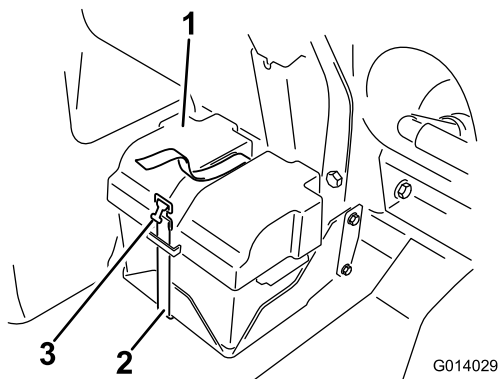

Figure 94
2. Déposez le couvercle de la batterie et débranchez le câble de masse négatif (noir) de la borne de la batterie (Figure 94).
4. Posez le couvercle de la batterie et fixez-le avec la sangle retirée précédemment (Figure 94).